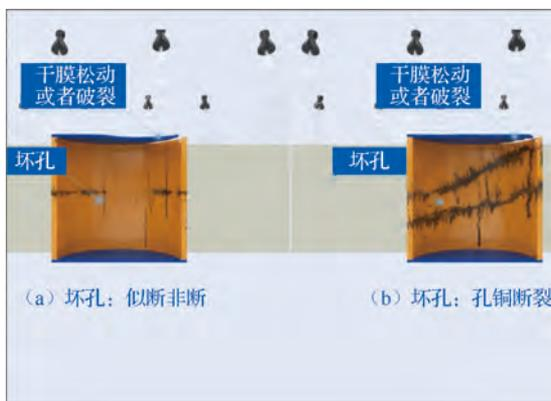

图 4-53 孔壁铜箔被蚀刻液侵蚀形成坏孔示意图
(1) 掩孔干膜与覆铜板的黏合力不及正片工艺的镀锡层。掩孔干膜是通过压膜机的压力将其粘贴在覆铜板表面的，而镀锡保护层则通过电镀方式将锡离子还原为金属锡，具有更高的咬合度。因此，掩孔干膜与覆铜板的黏合力不及镀锡层。若过孔焊环较小，掩孔干膜在钻孔周围的覆铜板上覆盖面积偏小（见图 4-51），对应的黏合力相对较低。若掩孔干膜的黏合力小于显影清洗水压或蚀刻液的冲刷力度，掩孔干膜可能会松动，导致蚀刻液渗入钻孔内（见图 4-52），侵蚀孔壁铜箔，出现分散性坏孔风险（见图 4-53）。
(2) 掩孔干膜的强度不及正片工艺的镀锡保护层。作为光敏胶质材料，掩孔干膜在加工过程中更容易出现刮伤或破裂。此外，若钻孔直径较大，掩孔干膜中间的镂空区域可能过大，导致在显影清洗或蚀刻液冲刷过程中出现龟裂。这些情况都可能导致蚀刻液渗入钻孔内或线路底部，侵蚀孔壁铜箔和导线铜箔（见图 4-52），从而产生分散性坏孔（见图 4-53）和线路残缺的风险。